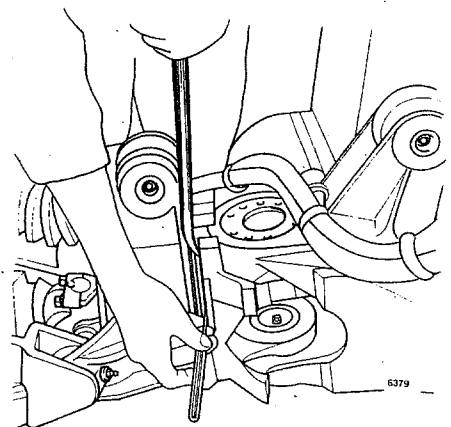

Fig. 14-24. Kontroll av styrdonets axialspelet
1. Bryt med ett montörspett mellan mitre och bakre styrlänken och mät på minst två olika ställen med ett bladmått enligt fig 14-24. Spelet skall vara 0,1-0,3 mm. Är spelet större än 0,5 mm skall ny inställning göras.